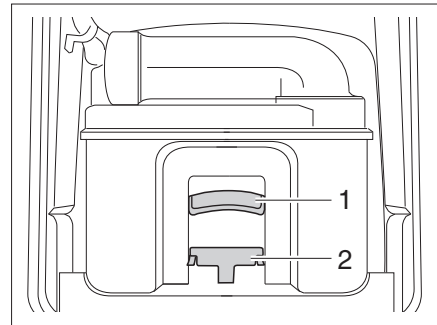

Fig. 351 Cassette Thetford
- Tirer l'étrier de fixation (Fig. 351,2) vers l'avant pour déverrouiller la cassette de toilette et extraire la cassette par la poignée (Fig. 351,1).